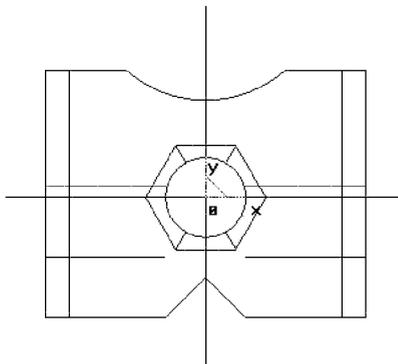

图 2-1-23 绘制等距线
① 单击曲线生成栏中的“等距线”图标,在立即菜单中选择【单根曲线】、【等距】,在【距离】中输入“6”,分别拾取左右轮廓边,都选择向内方向;在【距离】中输入“15”,拾取下轮廓边,选择向上方向;再输入“33”,拾取下轮廓边,选择向上方向,结果如图 2-1-23 所示。右击退出“等距线”命令。